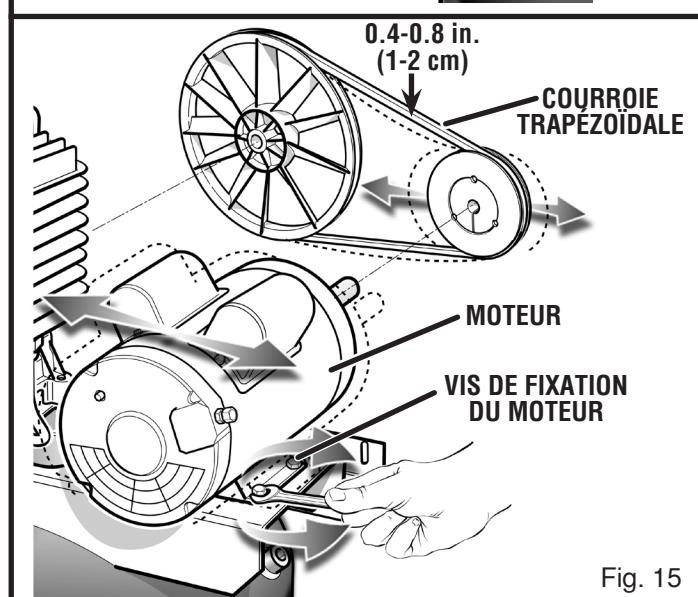

Fig. 15
- Desserrez les quatre vis de fixation du moteur (figure 15) et retirez la courroie.